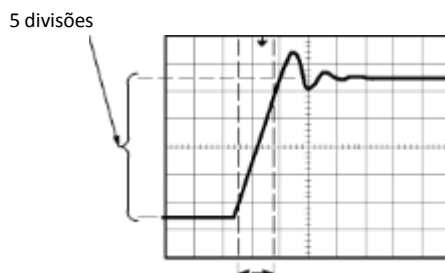

Figura 2.15: Figura que deve ser observada para medida do tempo de subida.
7. Ajuste a escala vertical de maneira que a amplitude da onda quadrada seja exatamente 5 divisões (ver figura 2.15).
9. Usando os cursores do tipo “Tempo” posicione o cursor 1 no ponto em que a forma de onda cruza a segunda linha da graticula abaixo do centro da tela (ver Figura 2.15). Esse é o nível de 10% da forma de onda.